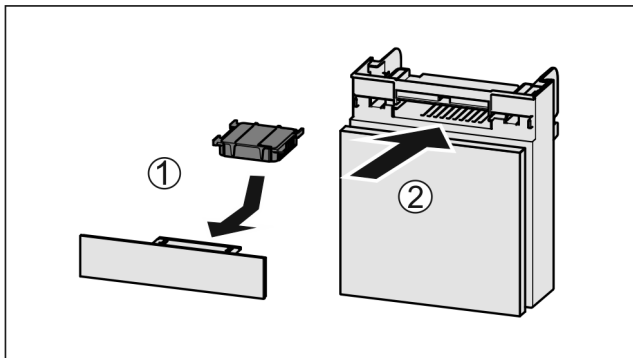

Fig. 39
- ▶ Wkładać Fig. 39 (1) filtr z węglem aktywowanym zgodnie z ilustracją.
- ▶ Wsunąć komorę Fig. 39 (2).